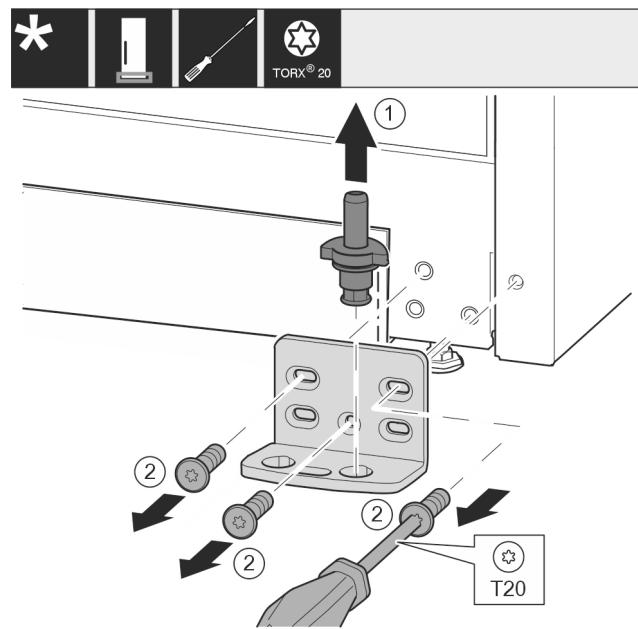

Fig. 17
- Lagerbolzen Fig. 17 (1) komplett nach oben herausziehen.
- Schrauben Fig. 17 (2) mit Schraubendreher herausdrehen und Lagerbock abnehmen.